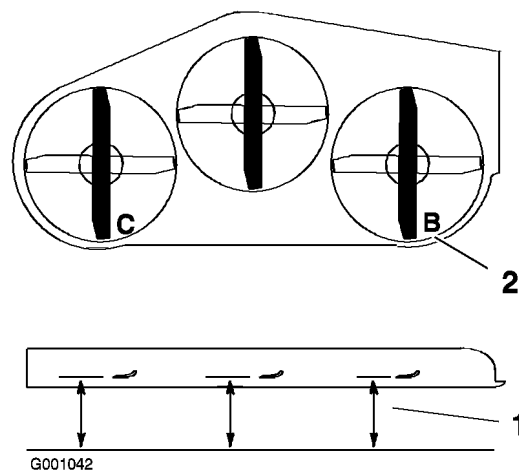

Figura 72
1. Disponete la lama destra in posizione longitudinale rispetto alla macchina (Figura 72).
2. Misurate la lama destra al punto **B** da una superficie piana fino al tagliente della punta della lama (Figura 72).
4. Disponete la lama sinistra in posizione longitudinale rispetto alla macchina (Figura 72).
5. Misurate la lama sinistra al punto **C** (Figura 72) da una superficie piana fino al tagliente della punta della lama.